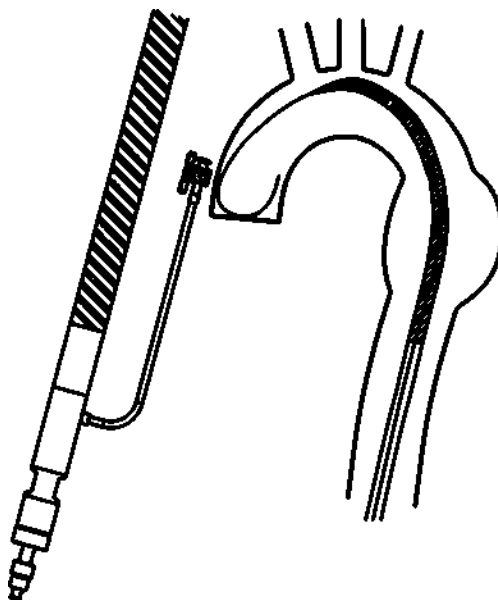

Рис. 6 Введение системы доставки.
- Подведите систему доставки по проводнику к аневризме или участкам расслоения, при этом следите, чтобы гемостатический клапан всегда находился с левой стороны пациента (**рис. 6**).